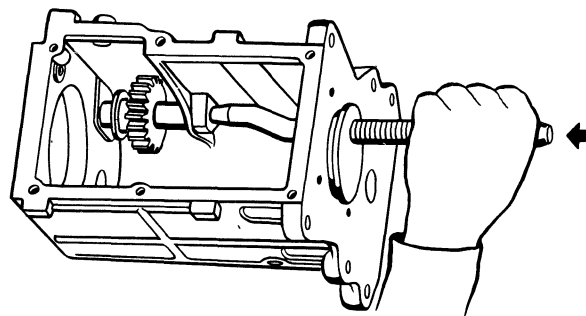

Рис. 101. Демонтаж оси промежуточной шестерни
- ления 7823-5707 в отверстие подшипника ведущего вала коробки передач, направить оправку на ось и легкими ударами молотка выпрессовать ось (рис. 101);